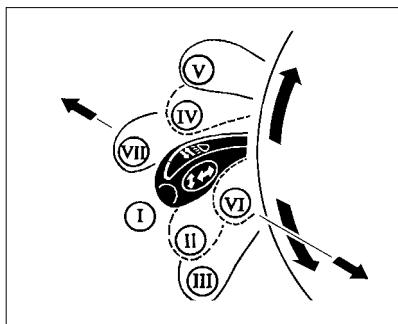

Рис. 35. Переключатель световой сигнализации
**I (рис. 35) – нейтральное положение.** Включен ближний свет фар, если переключателем наружного освещения включен свет фар.